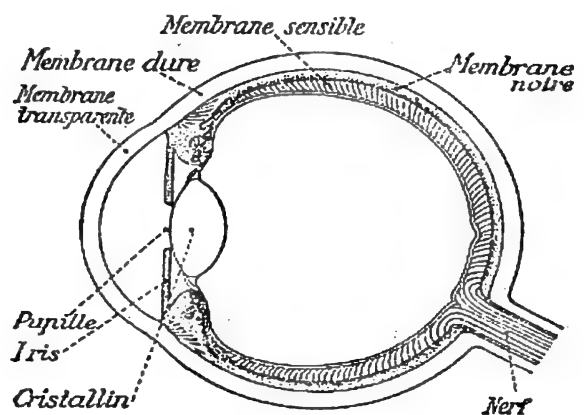

Fig. 4 — L'intérieur d'un œil coupé d'avant en arrière
**5. L'intérieur de l'œil.** — A l'aide d'un bon canif, fendons en deux moitiés un œil de lapin, ou mieux de mouton ou de bœuf, la coupe passant par la pupille (*fig. 4*).